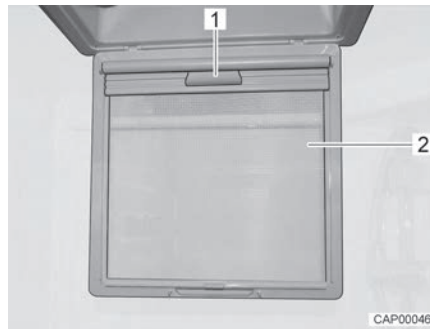

Fig. 51 Oscurante a rullo
- Ribaltare la protezione contro gli insetti (Fig. 51,2) verso il basso.
- Tirare verso il basso l'oscurante a rullo tramite la maniglia (Fig. 51,1) fino a fissarlo alla parte opposta.
- Sganciare l'oscurante a rullo dalla maniglia (Fig. 51,1) e ricondurlo lentamente nella posizione iniziale.
- Spingere la protezione contro gli insetti (Fig. 51,2) verso l'alto finché non si innesta.